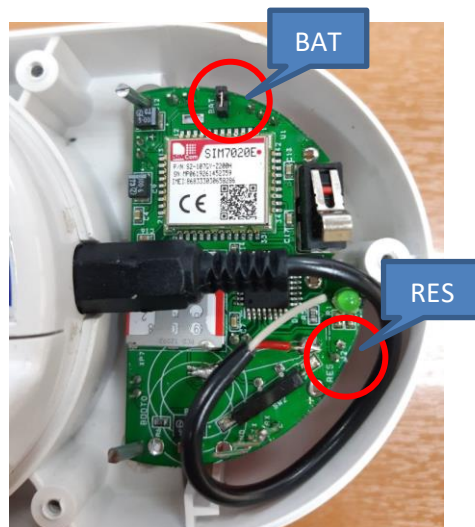

Рисунок 9 – Перемычки BAT и RES
7.5.2 Подать питание на модуль (Рисунок 9):
- Если переключатель BAT (Рисунок 9) не установлен, установить переключатель, при этом на несколько секунд загорится светодиодный индикатор. Если переключатель BAT уже установлен, ненадолго замкнуть переключатель RES (Рисунок 9), при этом на несколько секунд загорится светодиодный индикатор.